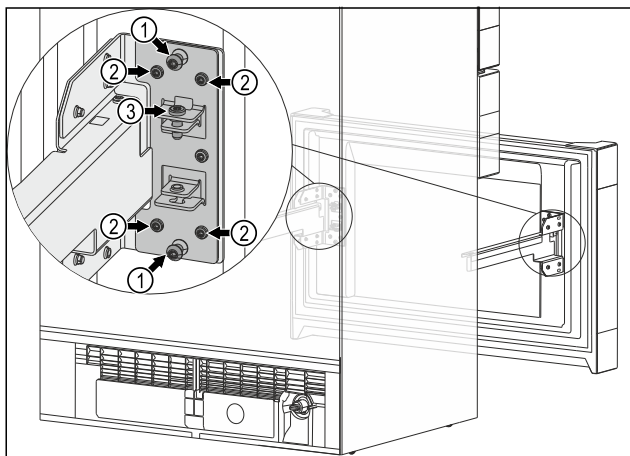

Fig. 14
- Rimuovere entrambe le viti Fig. 14 (1) centrali.
- Allentare tutte e quattro le viti Fig. 14 (2).
- La posizione finale del carrello di estrazione è raggiunta: Stringere tutte e quattro le viti Fig. 14 (2).
- Non sono più necessarie le viti Fig. 14 (1) centrali.